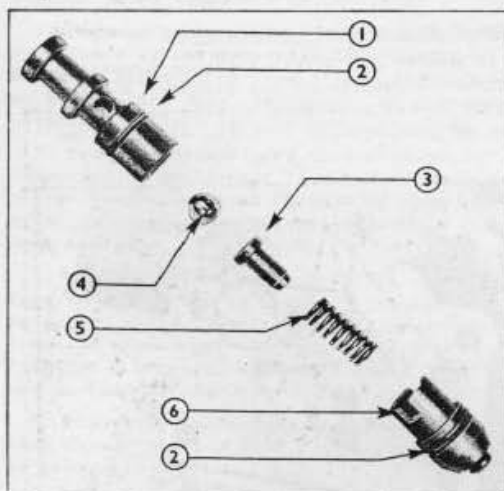

Fig. 16
2. Dévisser le bouchon du clapet de retenue, puis, au moyen de pinces effilées, extraire de leurs logements dans le couvercle le guide du clapet, le ressort, le guide de ressort et la bille (fig.16).